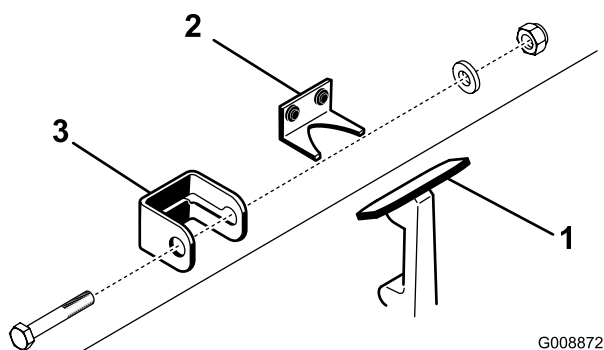

Figura 7
1. Solte o trinco do capot do suporte do trinco do capot (Figura 7).
2. Faça deslizar o suporte de bloqueio do capot até ao trinco (Figura 7).
3. Prenda o trinco do capot ao suporte do trinco do capot (Figura 7).
4. Introduza uma cavilha (1/4 x 1-1/2 pol.) atravessando o suporte do trinco do capot e prenda-a com uma arruela e com uma porca de bloqueio (Figura 7).